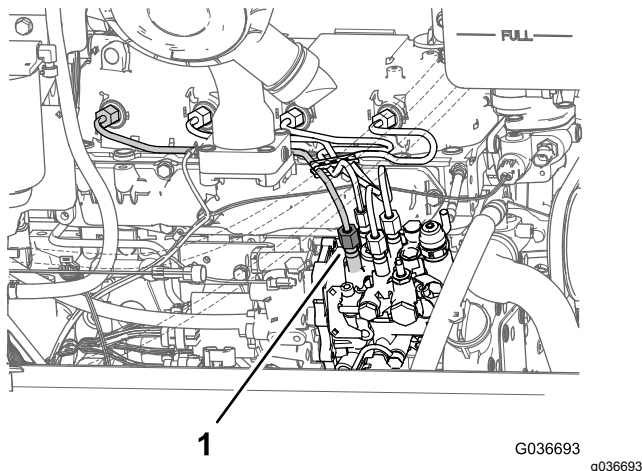

Figura 74
1. Allentate il dado del tubo per l'iniettore di carburante n. 1 del cilindro nella pompa di iniezione (Figura 74).